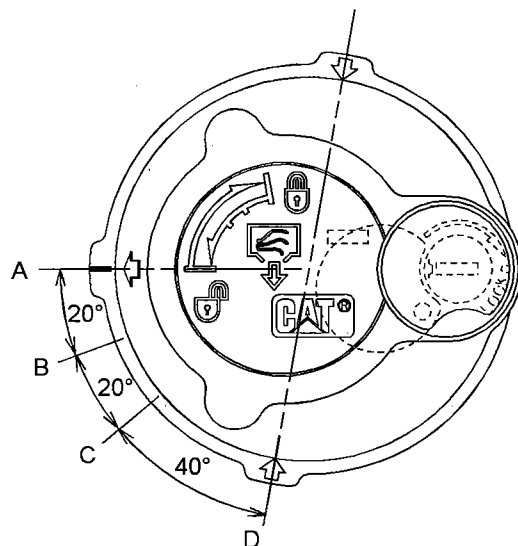

Ilustración 343
7. Suelte la presión que puede haber en el circuito hidráulico de retorno con el siguiente procedimiento. Consulte la Ilustración 343 para ver las posiciones de la tapa del tubo de llenado.
- a. Gire la tapa del tubo de llenado hacia la izquierda y mueva la flecha de la posición (A) a la posición (B).
- b. Suelte la presión durante un mínimo de 45 segundos moviendo la flecha de la posición (B) a la posición (C).
- c. Oprima la tapa del tubo de llenado hacia abajo y mueva la flecha de la posición (C) a la posición (D).